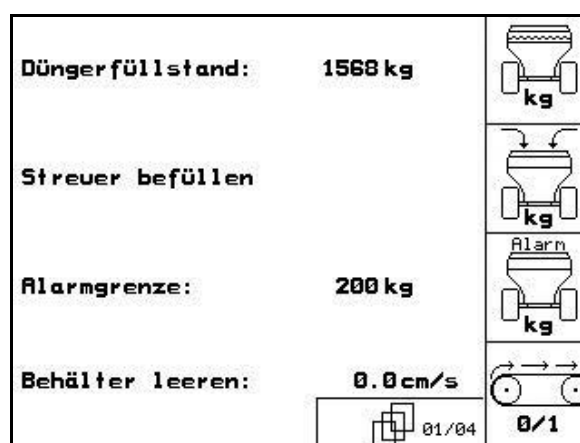

Fig. 69
- En el menú Datos de la máquina, página uno  (Fig. 69).